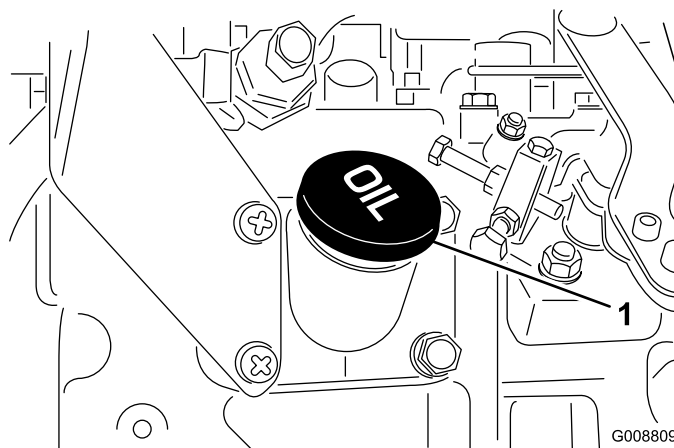

Figura 6
4. Se o nível de óleo se encontrar abaixo da marca Full, deverá retirar a tampa de enchimento (Figura 6) e adicionar óleo até o nível atingir a marca desejada. **Não encha demasiado.**